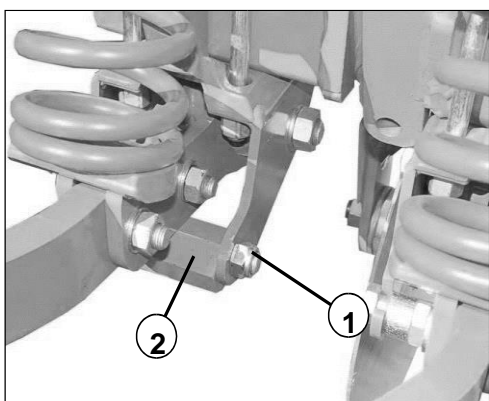

Рис. 6.14
**6.1.11 Регулировка левого заднего диска секций «Д»** - рис. 6.14